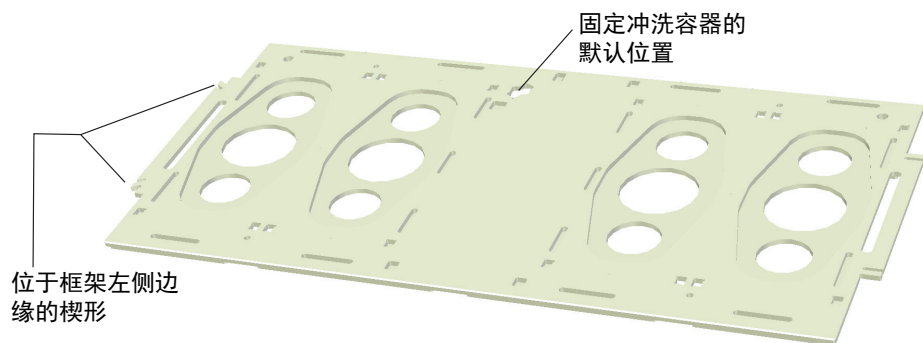

图 6 管架位置固定垫
- 2 如图 6 和图 7 中所示，管架位置固定垫的一端呈楔形。使管架位置固定垫的楔形一端朝向左侧。
固定冲洗容器安装在管架位置固定垫的后侧（参阅图 6）。